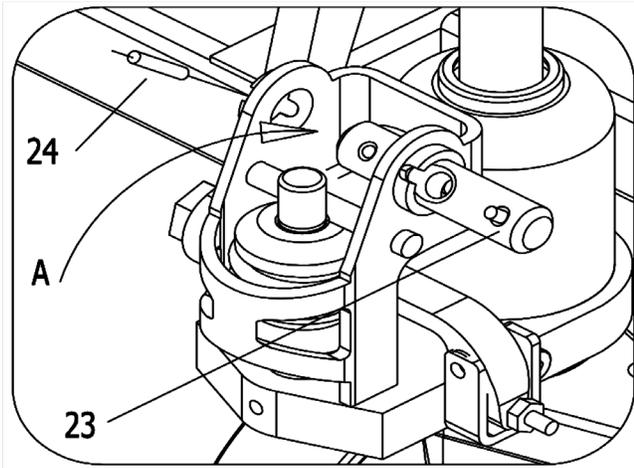

Fig. 1
3.1 Ver Fig. 1, saque el perno 23.